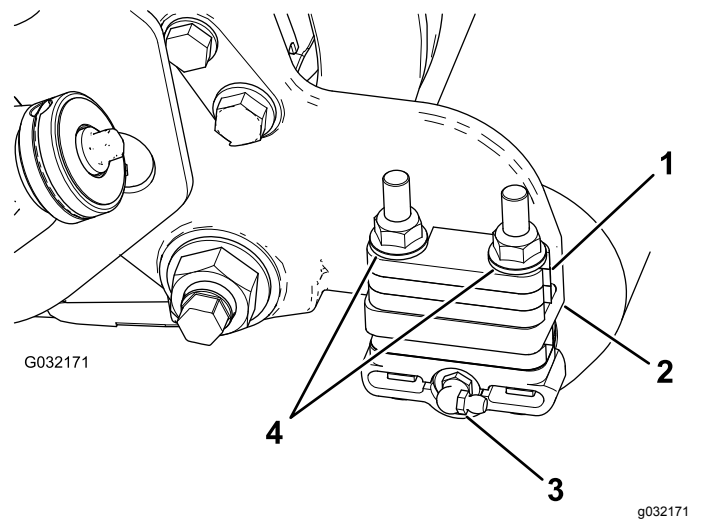

Figura 3
1. Retire el engrasador del rodillo del lateral de la unidad de corte donde está situado el alojamiento del cepillo del rodillo (**Figura 3**).
1. Retire las 2 contratuercas con arandela prensada que sujetan cada soporte de rodillo a las chapas laterales, **así como cualquier espaciador de 6 mm situado encima de la brida de montaje de la chapa lateral (Figura 3)**.